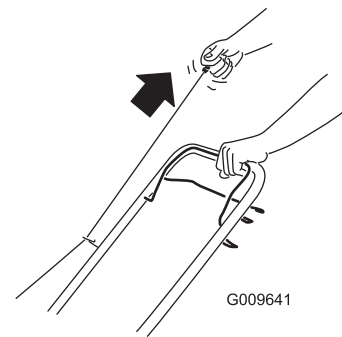

**Figuur 13**
1. Houd de bedieningsstang van het maaimes tegen de handgreep (Figuur 13).